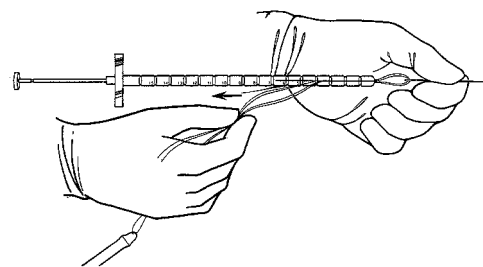

Fig. 4-13. Ladda Keith-kanylen
4. Ladda den trubbiga änden av den kanylen i Furlow-insättningsverktyget (se fig. 4-13) och placera suturen i skåran på verktyget.